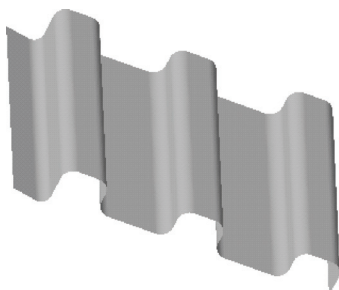

图 10-43 以“逼近”方式延伸曲面
STEP 04 单击“完成”按钮，即可以“逼近”方式延伸曲面，如图 10-43 所示。